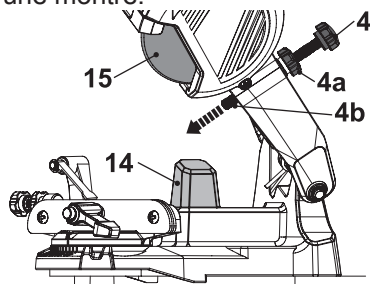

Fig. 6
- Abaissez le disque abrasif (15) à l'aide de la poignée (1) jusqu'à ce que le filetage de la jauge de profondeur (4b) touche la butée de profondeur (14) pour vérifier la profondeur à laquelle le disque abrasif (15) peut être enfoncé dans la chaîne de sciage (Fig. 6).
- Desserrez l'écrou de verrouillage (4a) et tournez la jauge de profondeur (4) pour ajuster la profondeur de coupe. Réglez-la de manière à ce que le disque abrasif (15) ne puisse descendre que jusqu'à la profondeur absolument nécessaire pour affûter les bords tranchants.